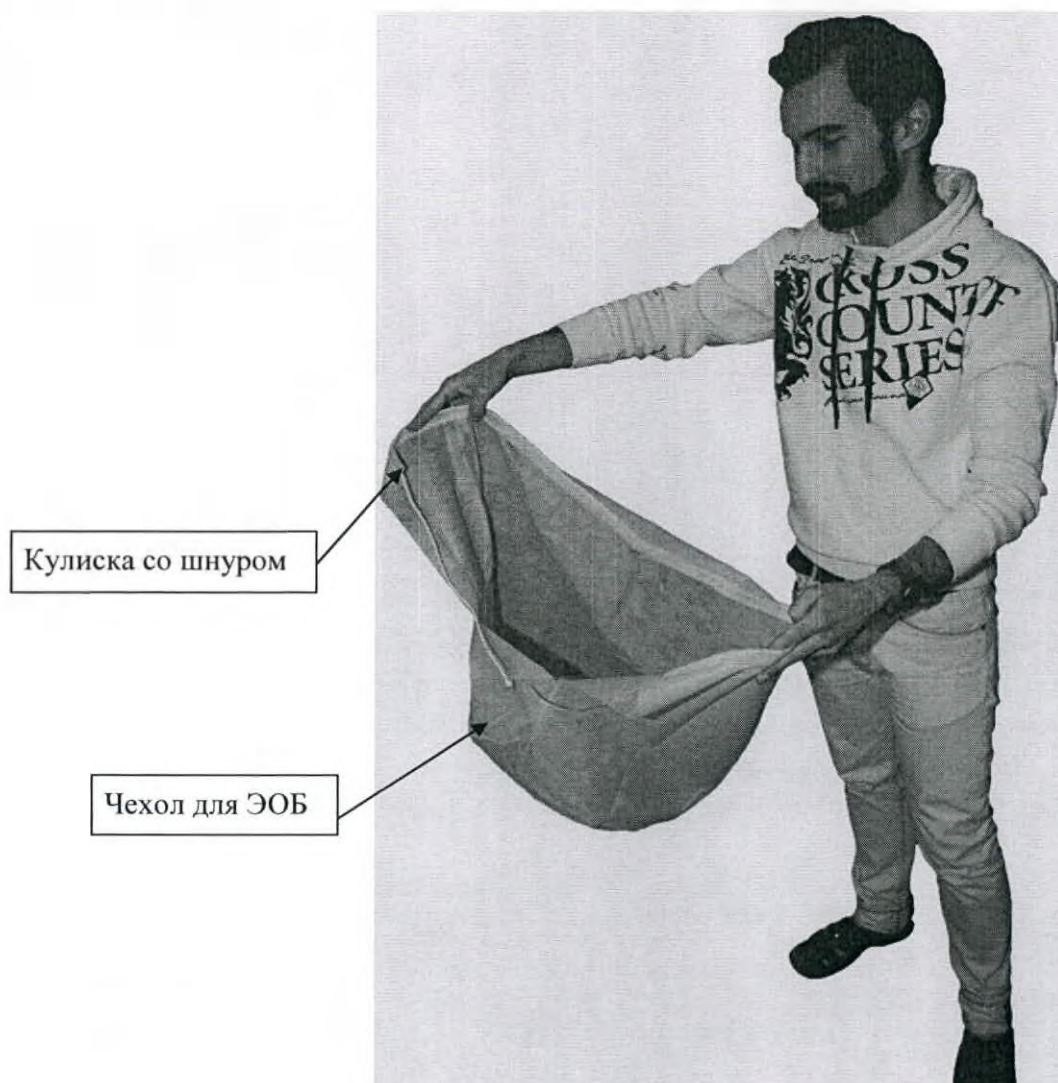

Рисунок 7.4 – Чехол для ЭОБ
1. Разверните чехол. По верхнему краю чехла расположена кулиска со шнуром (см. Рисунок 7.4).